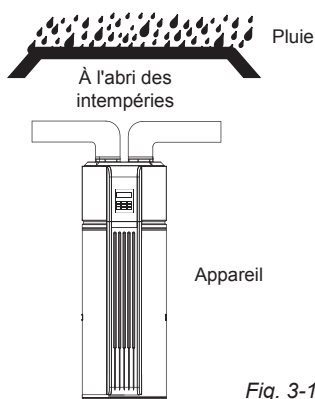

Fig. 3-10
- En ce qui concerne le raccordement de l'appareil à une gaine d'évacuation vers l'extérieur, prenez des dispositions d'imperméabilisation fiables au niveau de la gaine afin d'empêcher l'eau de couler à l'intérieur de l'appareil. (Fig. 3-10)